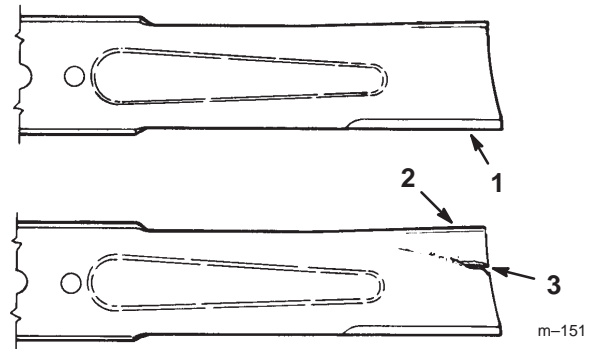

Figure 27
1. Inspectez les tranchants des lames (Fig. 27). Si les lames ne sont pas tranchantes ou si elles présentent des indentations, déposez-les et aiguisiez-les (voir Aiguisage des lames, page 29).
2. Inspectez les lames, surtout la partie incurvée (Fig. 27). Remplacez immédiatement toute lame endommagée, usée ou qui présente une entaille (repère 3 de la Fig. 27).